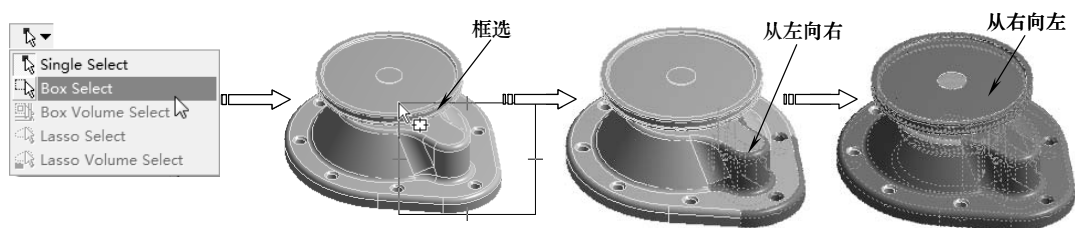

图 4-9 框选
- ✧ 框选：在框选模式下，从左向右拖动鼠标，选中完全在边界内的实体；由右向左拖动鼠标，选中部分和全部在边界框内的实体，如图 4-9 所示。